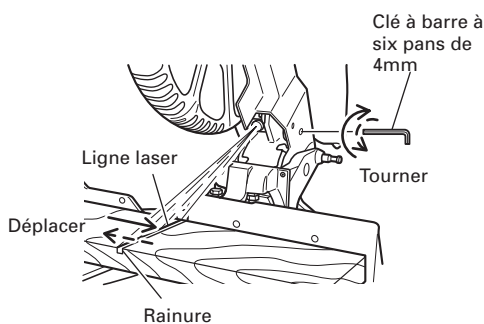

Fig. 16
- (2) Ensuite, insérer une clé à barre hexagonale de 4mm dans l'orifice de diamètre 12 sur le côté du carter d'engrenage, et tourner la vis boulonnée à douille hexagonale pour déplacer le trait laser. (Si l'on tourne la vis à tête creuse à six pans dans le sens des aiguilles d'une montre, le trait laser se déplace vers la droite, et si l'on tourne la vis dans le sens inverse, le trait laser se déplace vers la gauche.) Si on travaille avec la ligne tracée à l'encre sur le côté gauche de la lame de scie, il faut aligner la ligne laser avec le côté gauche de la rainure. (Fig. 16) Si on travaille avec la ligne tracée à l'encre sur le côté droit de la lame de scie, il faut aligner la ligne laser avec le côté gauche de la rainure.